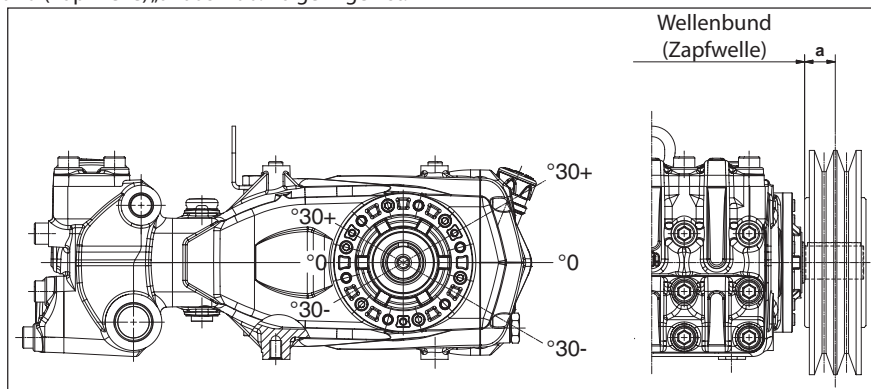

Abb. 10
Der Antrieb gilt als richtig bemessen, wenn die Belastung bei einem maximalen Abstand  $a = 50$  mm vom Wellenbund (Zapfwelle) angewandt wird, siehe Abb. 10.
- b) Verwenden Sie Hochleistungsriemen - zum Beispiel **XPB** statt **SPB** - da hierbei weniger Riemen bei gleicher Leistungsübertragung benötigt werden und der Abstand zum Wellenbund (Zapfwelle) „a“ aus Abb. 10 geringer ist.
- e) Folgen Sie der Spannungsrichtung des Riemen lt. Angaben in Abb. 10. Wenden Sie sich bei anderen Anforderungen an die **technische Abteilung** oder den **Kundendienst**.